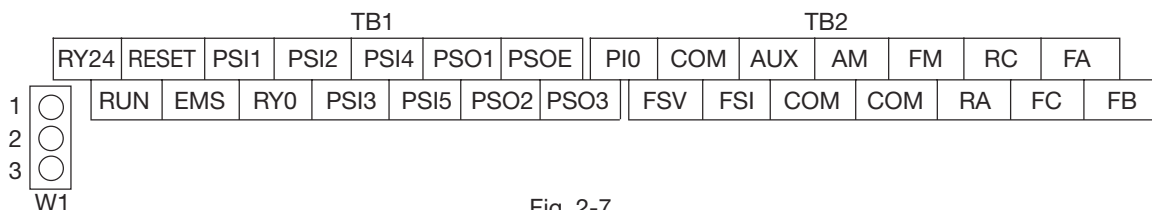

Fig. 2-7
- 9) A Fig. 2-7 mostra a disposição dos bornes de comando. As funções destes bornes estão descritas na Tabela 5-1. Bornes com o mesmo nome estão internamente ligados.